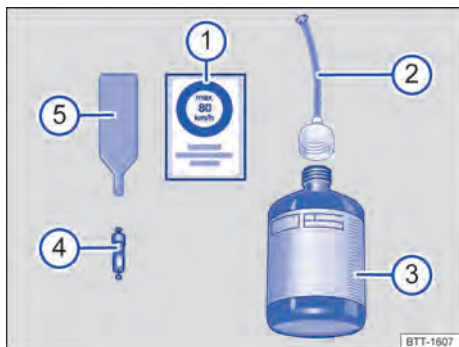

Fig. 262 Representação esquemática: componentes do kit de reparo dos pneus.
O kit de reparo dos pneus é composto pelos seguintes componentes → Fig. 262:
- ① Etiqueta adesiva com a indicação de velocidade "máx. 80 km/h" ou "máx. 50 mph"
- ② Mangueira de enchimento com bico.
- ③ Garrafa de enchimento dos pneus.
- ④ Elemento da válvula de reposição.
- ⑤ Chave para remoção do elemento da válvula.
A **chave para remoção do elemento da válvula** → Fig. 262 ⑤ possui uma fenda na extremidade inferior, na qual se ajusta o elemento da válvula. Somente assim é possível remover e reinstalar o elemento da válvula do pneu. Isto também é válido para o elemento da válvula de reposição ④.
- Com a chave para remoção do elemento da válvula → Fig. 262 (5), desenroscar o elemento da válvula da válvula do pneu e colocá-lo sobre uma superfície limpa.
- Agite vigorosamente a garrafa de enchimento dos pneus algumas vezes → Fig. 262 (3).
- Rosquear a mangueira de enchimento → Fig. 262 (2) com firmeza no sentido horário sobre a garrafa para enchimento dos pneus. A película na tampa é perfurada automaticamente.
- Remover o bujão da mangueira de enchimento → Fig. 262 (2) e introduzir totalmente a extremidade aberta na válvula do pneu.
- Rosquear novamente o elemento da válvula com a chave para remoção do elemento da válvula → Fig. 262 ⑤ na válvula do pneu.